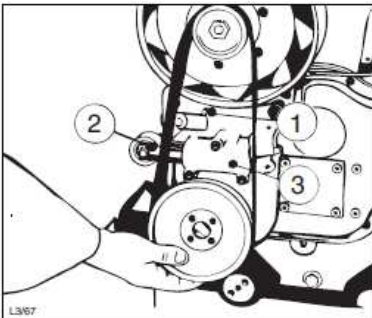

Abb. 53 – Spannung Gürtel
- Den Druckbolzen „1“ wieder einbauen (abb. 53).